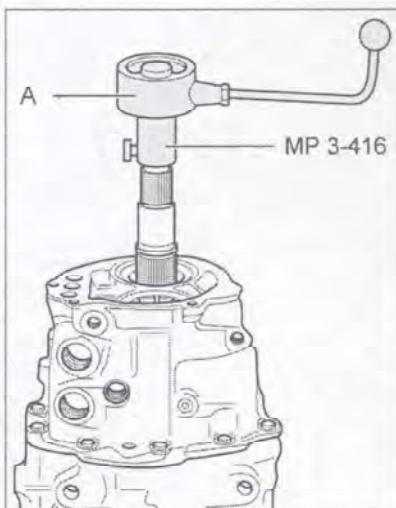

Рис. 7.303. Измерьте момент сил трения роликоподшипников вторичного вала с помощью стандартного инструмента (A).
30. Измерьте момент сил трения роликоподшипников вторичного вала с помощью стандартного инструмента (A) (рис. 7.303). Номинальное значение: 80-150 Нсм (новый подшипник); 30-60 Нсм (изношенный подшипник).